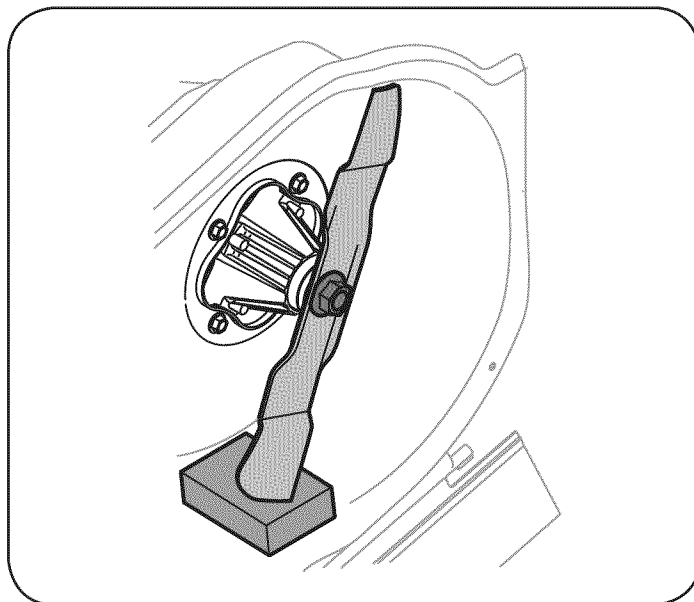

Figura 14
- Coloque un bloque de madera entre el deflector del alojamiento central de la plataforma y la cuchilla de corte para evitar que la cuchilla gire cuando se afloje la tuerca de brida hexagonal de la cuchilla. Vea la Figura 14.